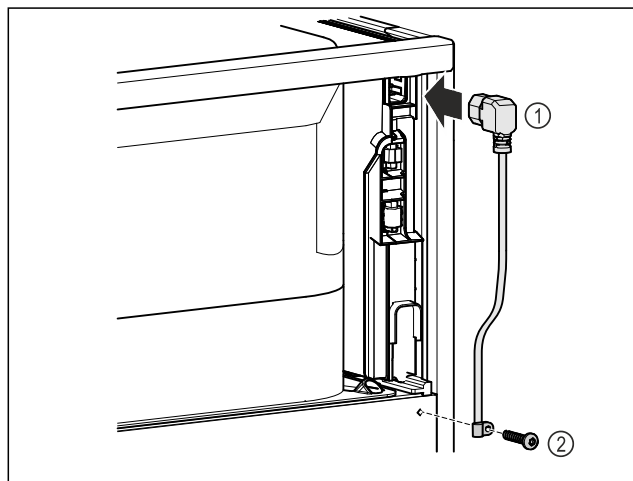

Fig. 9
- ▶ Включете буксата за свързване на уреда с ниска мощност на захранващия кабел Fig. 9 (1) от задната страна на уреда.
- ▶ Монтирайте кабелната муфа Fig. 9 (2)